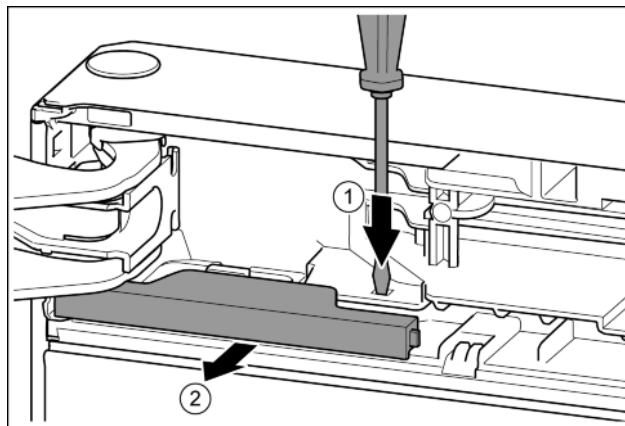

Fig. 13
- ▶ Nakładkę wcisnąć przy pomocy śrubokręta. Fig. 13 (1)
- ▶ Wyciągnąć osłonę z blokady. Fig. 13 (2)